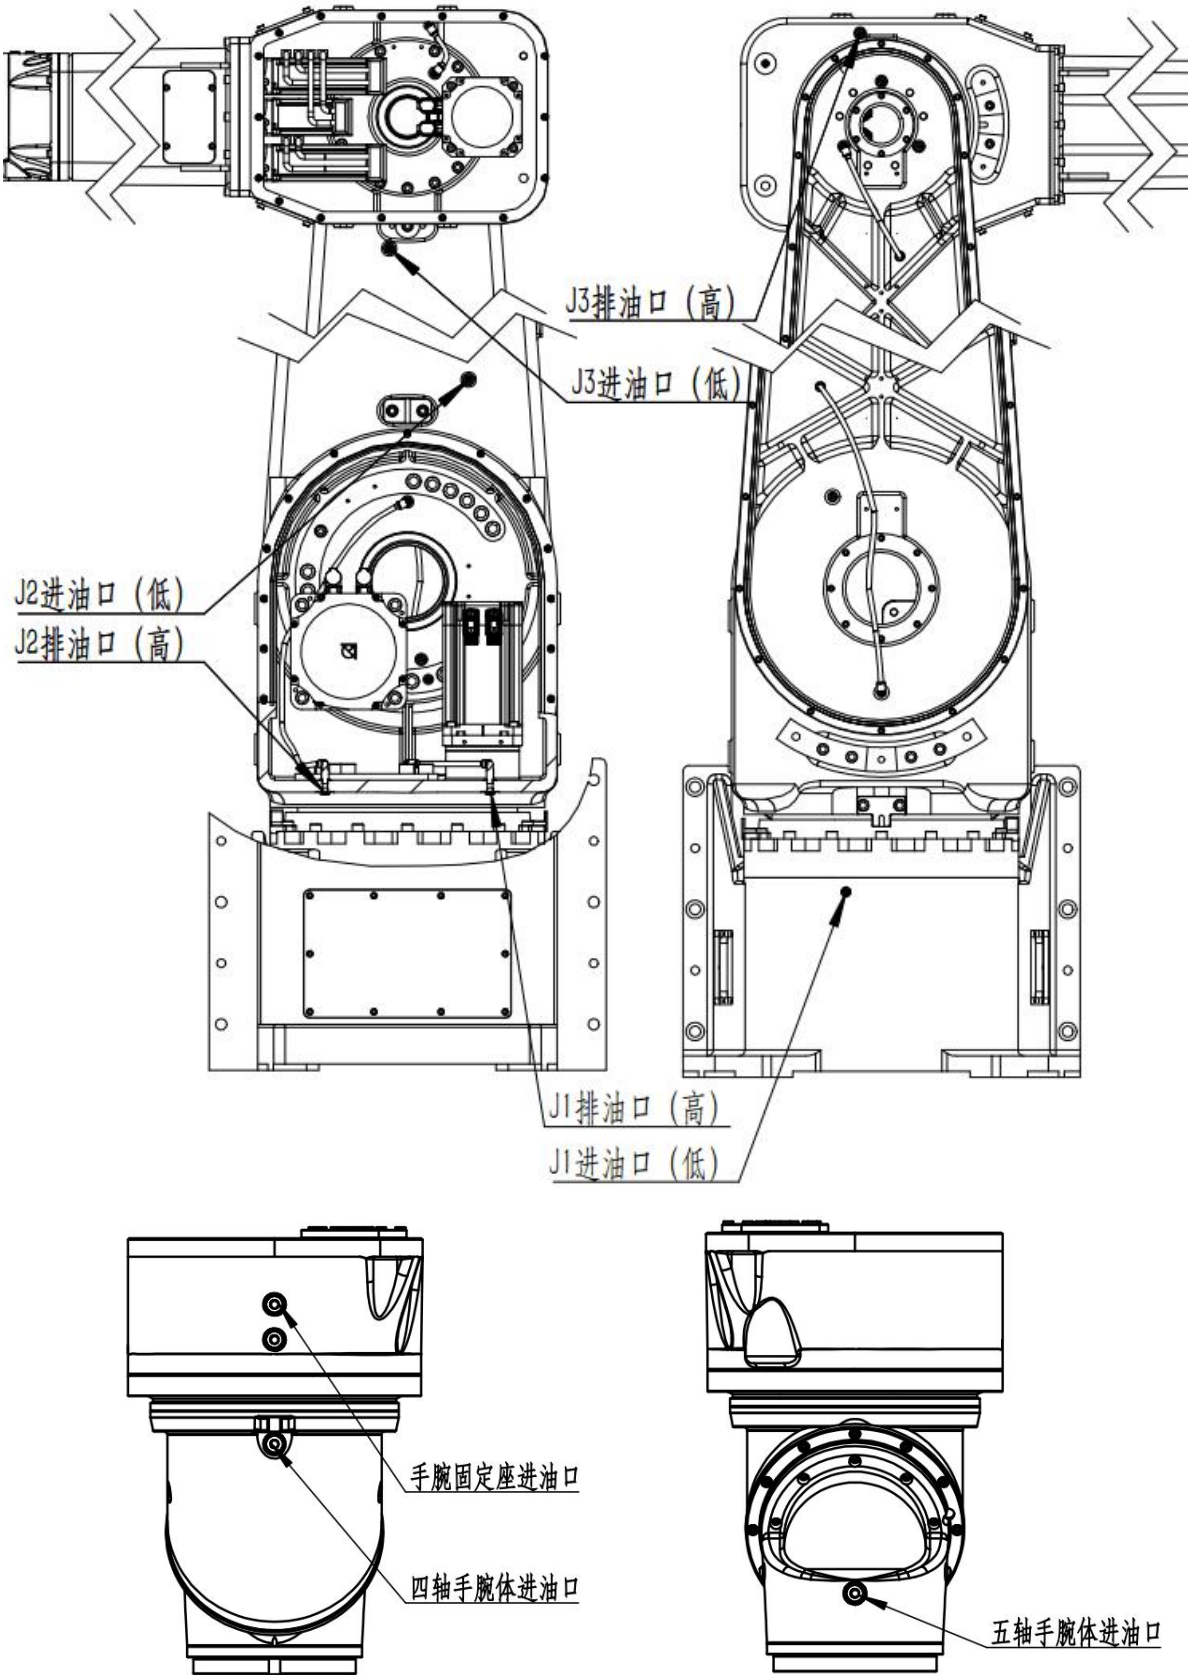

图 4-1 机器人进油口和排油口分布图
- (1) 将机器人移动到表 4.7 所介绍的润滑位置。
- (2) 切断电源。
- (3) 拆下润滑油进、排油口的内六角螺塞，见图 4-1
- (4) 提供新的润滑油，直至新的润滑油从排油口流出。
- (5) 将内六角螺塞装到润滑油供、排油口上。
- (6) 供油后，按照 4.4.4 项的步骤释放润滑油腔内残压。